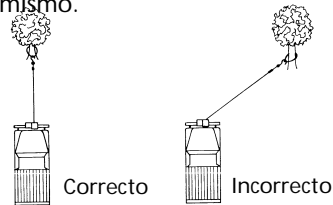

Figura 5
- EVITE TIRAR CONTINUAMENTE DESDE ÁNGULOS EXTREMOS, ya que esto causará que el cable de alambre se apile en un extremo del tambor (Figura 5). Esto puede atorar el cable de alambre en el cabrestante dañando tanto el cable de alambre como el cabrestante mismo.